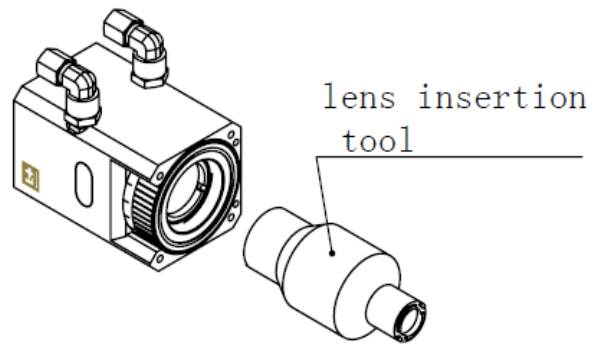

図4.6フォーカスレンズの取り外し
- 図4.6を参照し、レンズ挿入ツールを使用して、レンズホルダーのネジを外します。